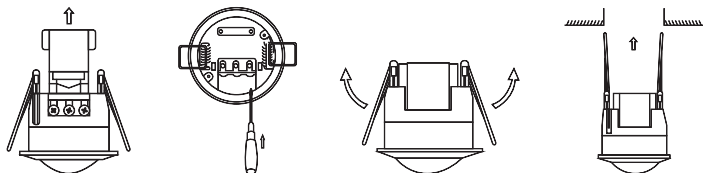

Рисунок 5. Схема монтажа датчиков ДДТ-01, ДДТ-02, ДДТ-03
5.3.2. Датчики ДДТ-01, ДДТ-02, ДДТ-03 (рисунок 5):